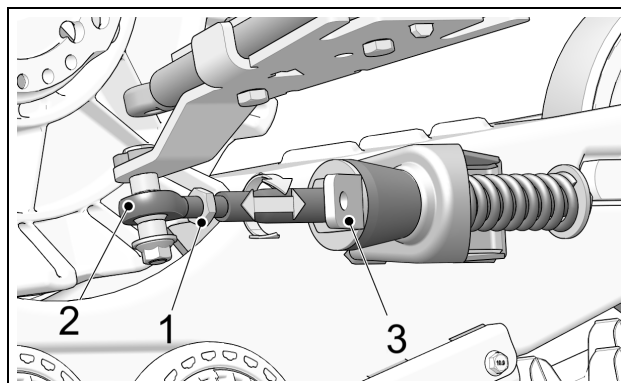

Figure 5
- Desserrer le contre-écrou (1) de l'embout à rotule. Ajuster la longueur de l'embout (2) en tournant le support de limiteur de conduite (3) au bras stabilisateur à l'aide d'une clé jusqu'à ce que la bulle du niveau soit centrée. Figure 5.
*NOTE :* Aux systèmes avant, la partie pliée du support de limiteur de conduite (3) doit être positionnée vers l'intérieur du véhicule.